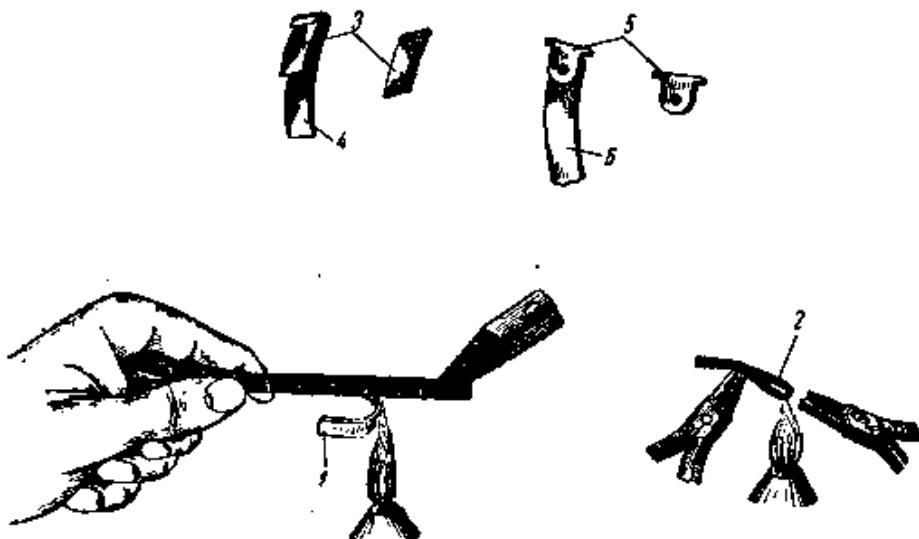

Рис. 145. Процесс изготовления наружного замка пружины:
конец на огне быстро загибают и сплющивают теплыми плоскогубцами, оставляя маленький зазор. Излишок пружины отрезают напильником или ножовкой, оставляя выступ замка длиной 1 — 1,5 мм. Загнутый выступ замка изнутри остро запиливают. Затем из излишка пружины делают вкладыш с заостренными концами и вкладывают его внутрь замка, придавая плоскогубцами небольшой изгиб (рис. 145).
**Исправление старой пружины.** Выше мы говорили об установке новой пружины, но, наряду с этим, часто по разным причинам мастер вынужден использовать и старую пружину. Известно из практики, что, если у пружины с внешней стороны отломается виток, ее еще можно использовать, сделав замок, как показано на рис. 145.